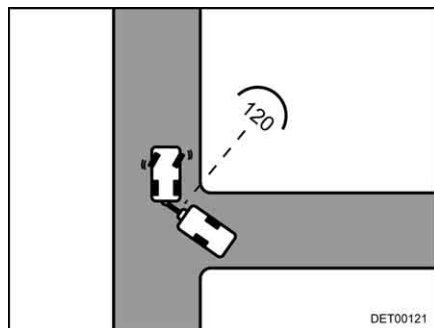

Fig. 18 Recorrido
- Detenerse una vez que se haya alcanzado un ángulo de aprox. 120° entre los vehículos (Fig. 18).